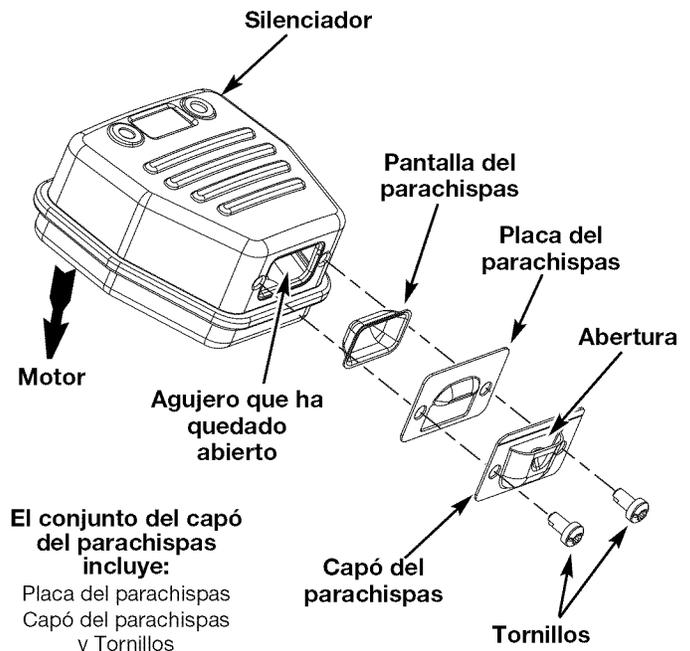

Fig. 22
2. Localice el silenciador, pero no lo quite. Busque los dos (2) tornillos en la parte inferior del silenciador (Fig. 22). Estos dos tornillos unen el conjunto de deflector de escape y la pantalla del parachispas a la parte inferior del silenciador. Quite los dos (2) tornillos usando una llave torx No. 20 o un destornillador plano.
6. Coloque la placa del parachispas encima del parachispas con el lado “levantado” hacia arriba mirando al motor (Fig. 22).
7. Coloque el capó del parachispas encima de la placa del parachispas con el lado “levantado” hacia arriba y la apertura mirando en dirección CONTRARIA al motor (Fig. 22). Asegúrese de que el escape se dirija en dirección CONTRARIA al motor.